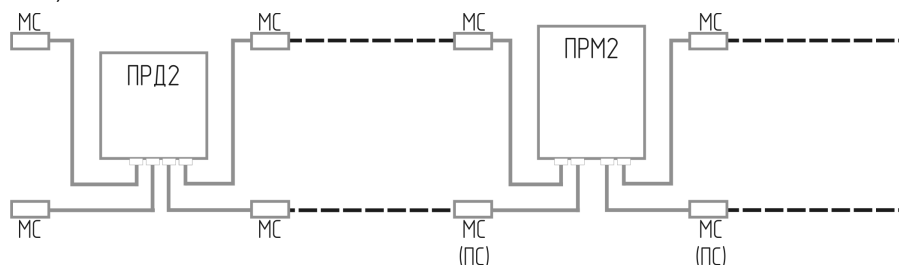

Рисунок 4.2. Структурная схема TREZOR-R 02i
4.1.2. TREZOR-R 02i – комплект двухфланговый, внутренний в периметре, для протяженных периметров, может использоваться в замкнутом варианте (рис. 4.2., 4.3., 4.4.).